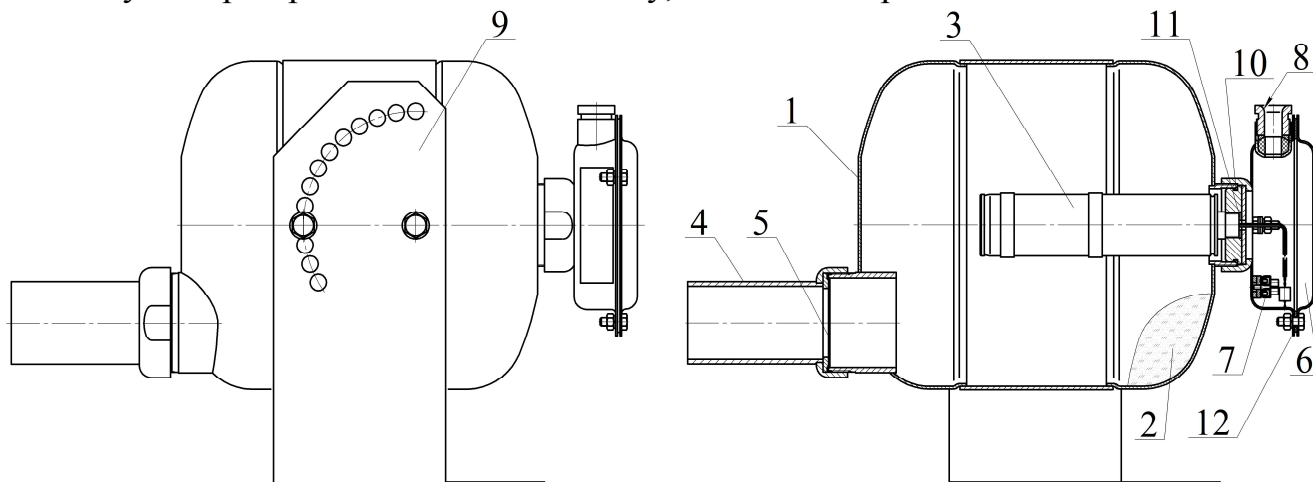

Рисунок 1
МПП (см. рисунок 1) состоит из корпуса **1**, в котором размещаются огнетушащий порошок (ОП) **2** и источник холодного газа (ИХГ) **3**.
2.1.3 Закрепить кронштейн **9** (см. рисунок 1) на потолке, стене или иной несущей плоскости, расположенной под любым углом относительно поверхности по-